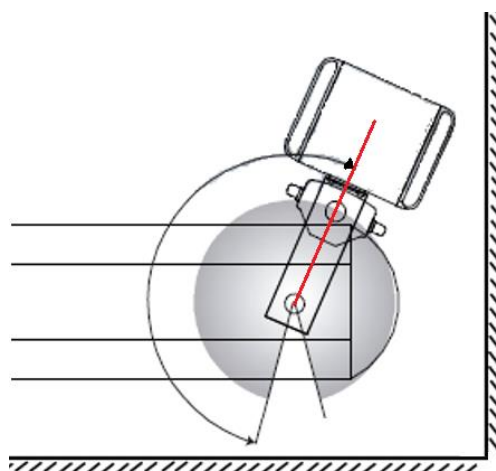

Fig.12 Fixation de la butée droite d'une colonne avec bras d'extension.
- Si nécessaire, réglez la rotation à gauche. Pour ce faire, suivez les étapes indiquées dans ce point, en tenant compte du fait que pour régler la butée gauche, vous devez amener la colonne à la position maximale souhaitée pour la rotation à gauche, puis remonter la vis à six pans creux (2) précédemment enlevée, comme indiqué sur la figure 12.